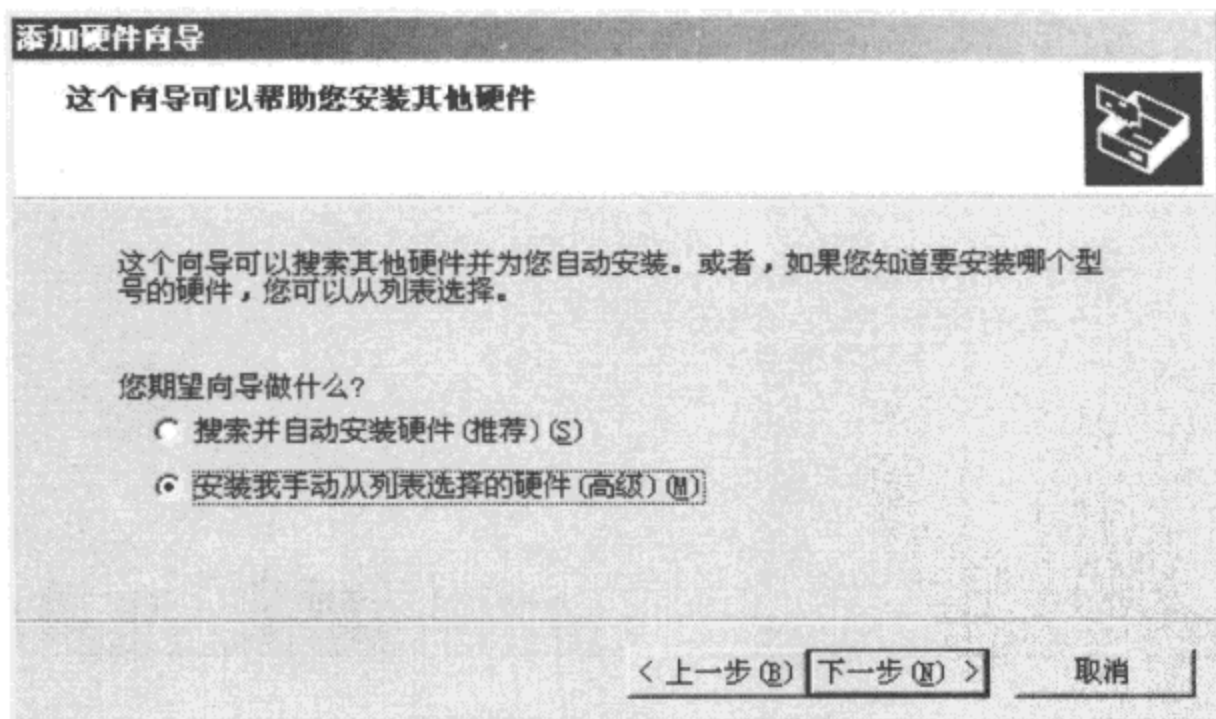

图 2-26 确认手动安装
Step4: 点选“安装我手动从列表选择的硬件”单选按钮，如图 2-26 所示。